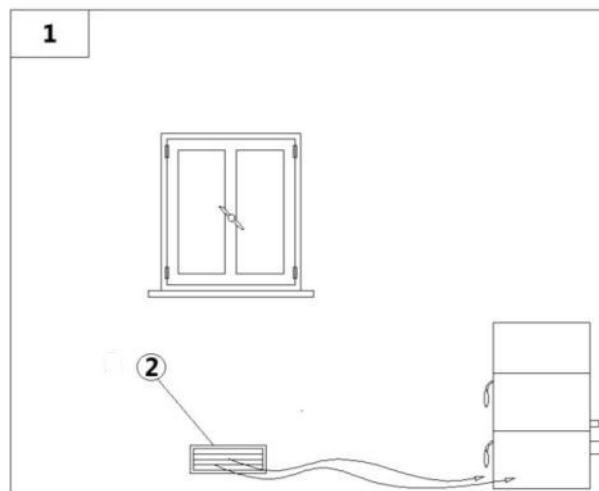

Fig. 11 - Directe luchttoevoer
LEGENDA Fig. 11
- De luchttoevoer tussen de buitenlucht en het vertrek kan zowel direct plaatsvinden, via een opening in de buitenmuur van het vertrek (zie Fig. 11).